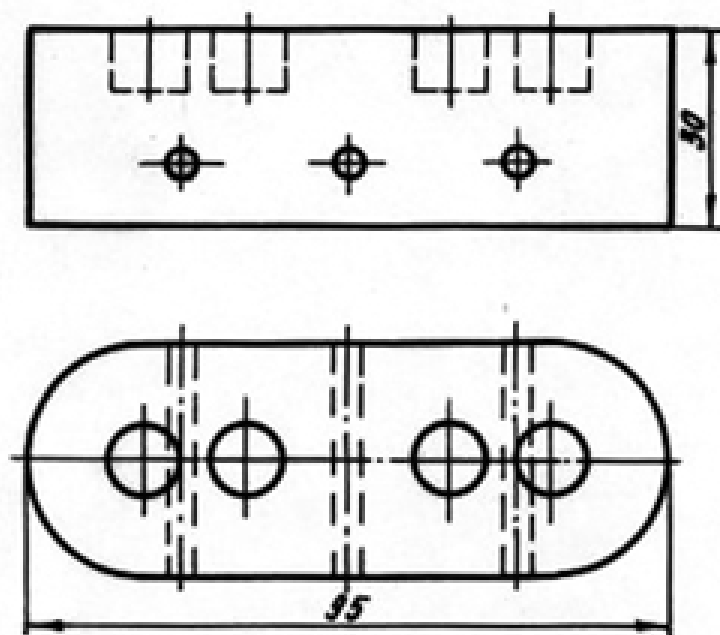

Рисунок 3
7. Задания к лабораторной работе №7 (рисунок 3)